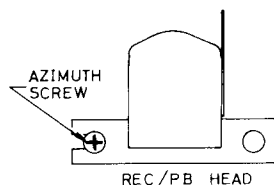

Fig. 1
Adjust azimuth screw (Fig. 1) to increase the output levels of both channels at playback to maximum and reduce the difference in output between left and right channels to minimum.
2. Mettre en place et passer la bande d'essai (LCT-3004-C ou équivalente). Régler la vis d'azimut (Fig. 1) pour augmenter le niveau de sortie des deux canaux à la reproduction au maximum et pour réduire au minimum la différence entre les niveaux de sortie des canaux droite et gauche.